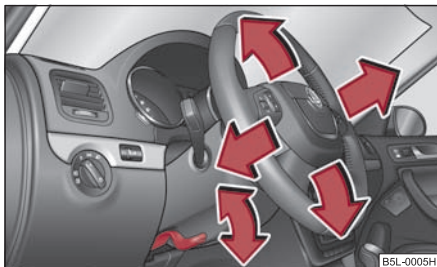

Fig. 142 Volan reglabil:
- Îndreptați maneta de sub volan ⇒ fig. 142, în jos ⇒ ⚠.